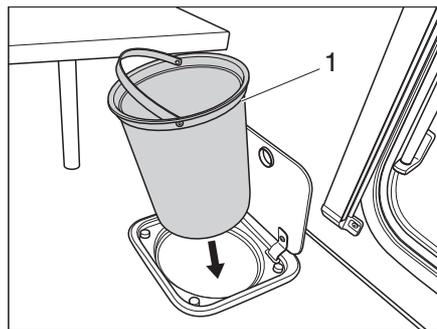

Fig. 149 Poubelle de la cuisine
- Retirer la poubelle (Fig. 149,1) par l'anse et la vider conformément aux prescriptions en vigueur.